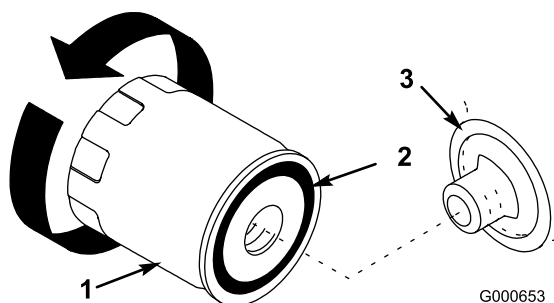

Figura 31
8. Togliete il filtro usato e tergete la superficie della guarnizione del riduttore del filtro (Figura 31).
11. Spalmate un velo di olio nuovo sulla guarnizione di gomma del filtro di ricambio (Figura 31).
12. Montate il nuovo filtro dell'olio sull'adattatore. Girate il filtro in senso orario finché la guarnizione di gomma non tocca l'adattatore, quindi serrate il filtro di un altro mezzo giro (Figura 31).